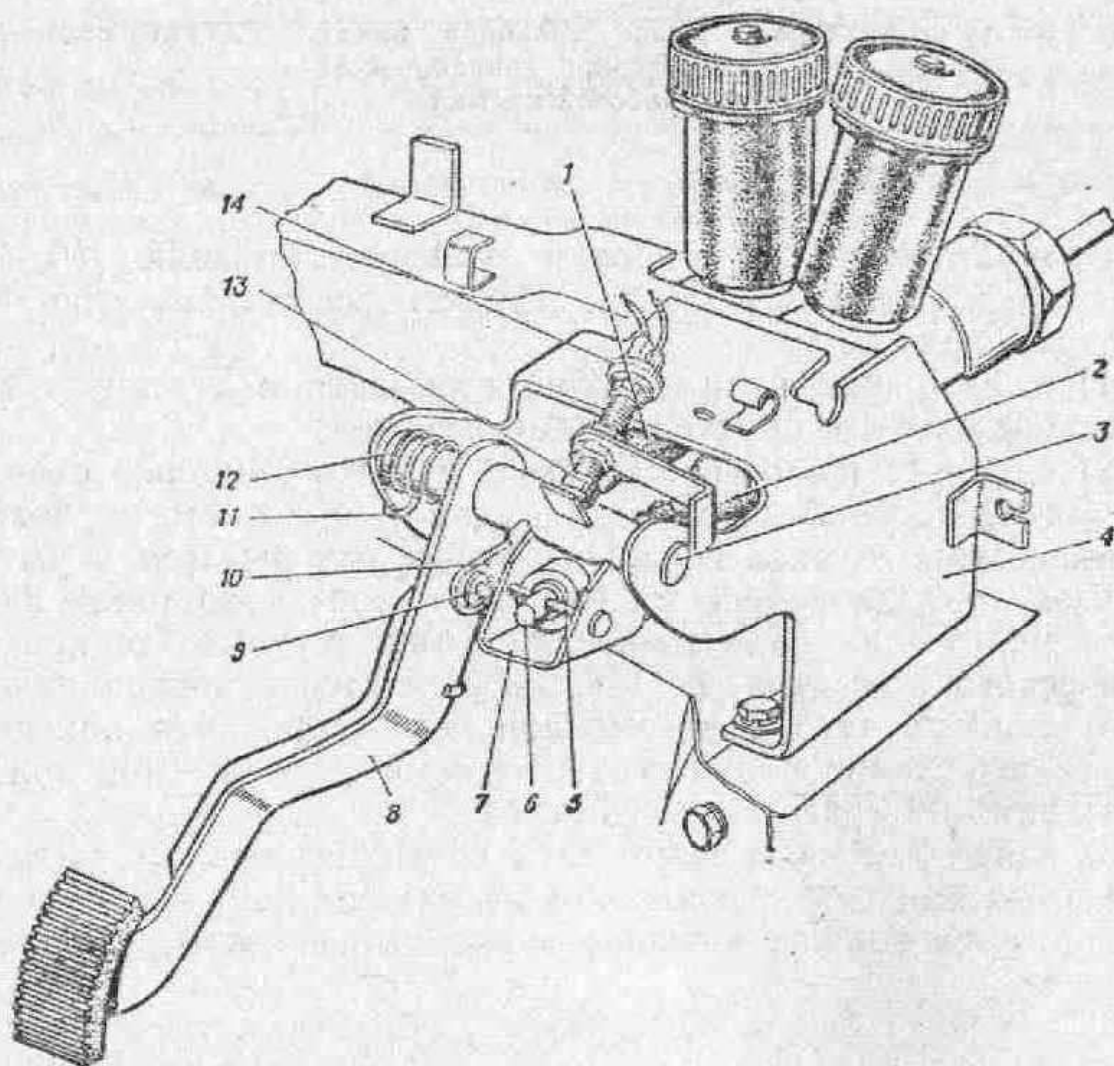

Рис. 81. Рабочий тормоз:
Рабочий тормоз на автомобиле установлен с отдельным гидравлическим приводом на передние и задние колеса от двух главных тормозных цилиндров (рис. 81). Каждый тормозной
3) отсоедините шток 6 (рис. 81) от кронштейна 7 кулисы, вынув палец 5;
3) совместите отверстия кронштейна 7 (рис. 81) и штока 6 кулисы, вставьте в них палец 5, наденьте шайбу и зашплинтуйте;